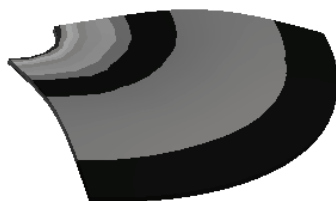

图 11-13 等效应力云图
7) 在 Outline 树结构图中的 Equivalent Stress 上单击右键, 在弹出的快捷菜单中选择 Evaluate All Results, 此时进行求解, 求解后得到的图形如图 11-13 所示。